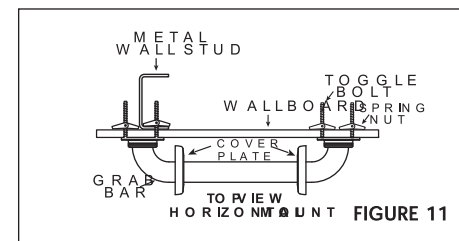

FIGURE 11
4. Placez l'extrémité de la barre d'appui avec les BOULONS À AILETTES fixés de manière à pouvoir pousser les écrous à ressort et l'extrémité des BOULONS À AILETTES dans les trous correspondants qui ont été percés. Les écrous à ressort doivent être complètement entrés dans les trous du mur (voir figure 11).
6. À l'une des extrémités de la barre d'appui, tirez les BOULONS À AILETTES vers vous et serrez-les avec les doigts pour vous assurer que les écrous à ressort se sont pleinement ouverts contre l'endos du mur et les montants de métal (voir figure 11). Si les écrous à ressort ne sont pas totalement ouverts, desserrez les BOULONS et répétez l'étape 6.